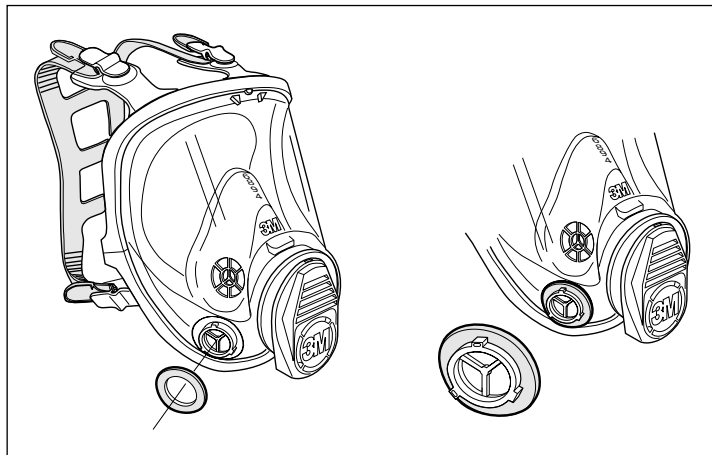

Рис. 9
• Прокладки клапанов вдоха (Рис. 9)